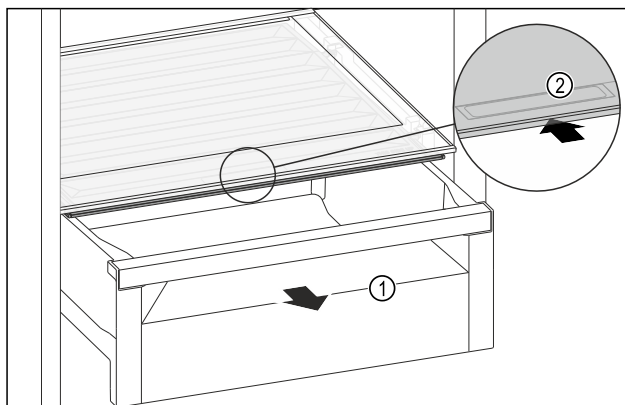

Fig. 207
- Húzza ki a fiókot Fig. 207 (1).
- Fogja meg a süllyesztett fogantyút Fig. 207 (2) a rekeszfedélen, és ezzel egy időben tolja hátra a rekeszfedélet.